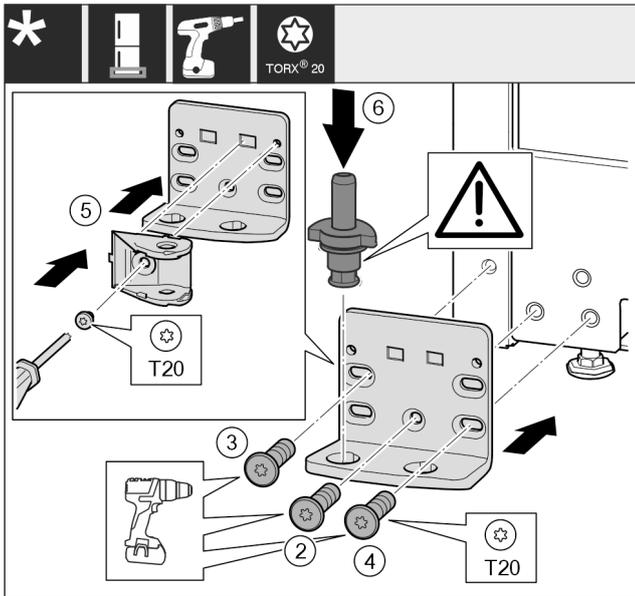

Fig. 21 *
- ▶ Установите опорный кронштейн с другой стороны и прикрутите с помощью отвертки. Начиная с винта Fig. 21 (2) снизу в центре.*
- ▶ Затяните винт Fig. 21 (3) и винт Fig. 21 (4).*